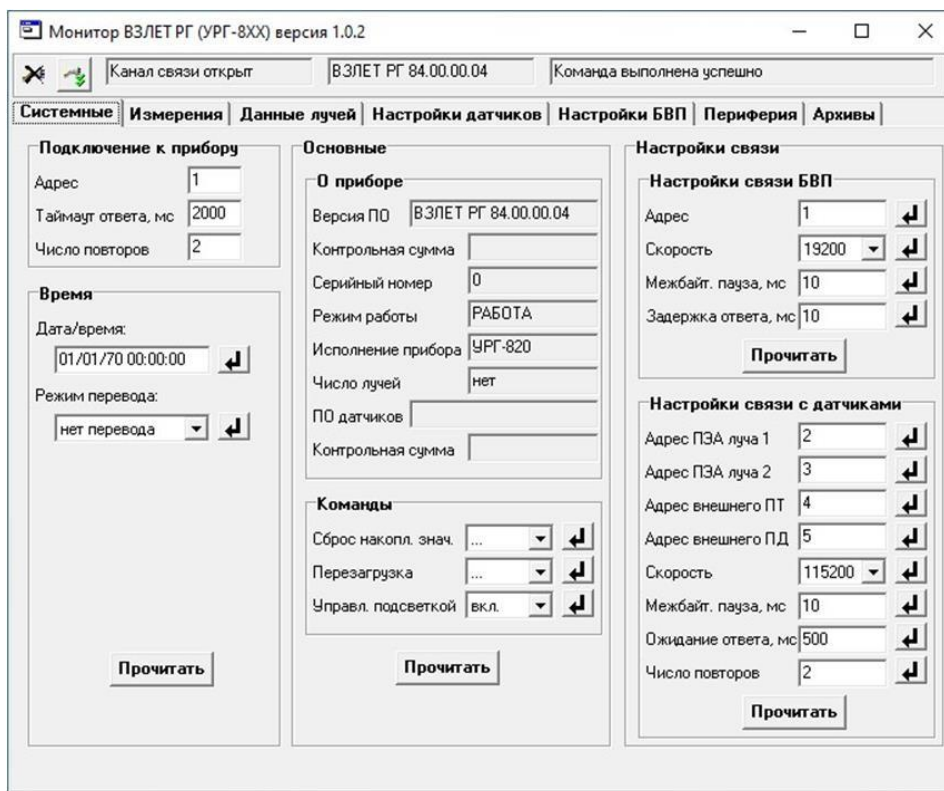

Рисунок 20 - Основное окно программы после установления связи с расходомером
6.1.3 После настройки параметров связи нажать кнопку , в командной строке появятся сообщения: «Канал связи открыт», «Команда выполнена успешно» и номер программного обеспечения расходомера (см. рисунок 20), а кнопка включения изменит свой вид: .